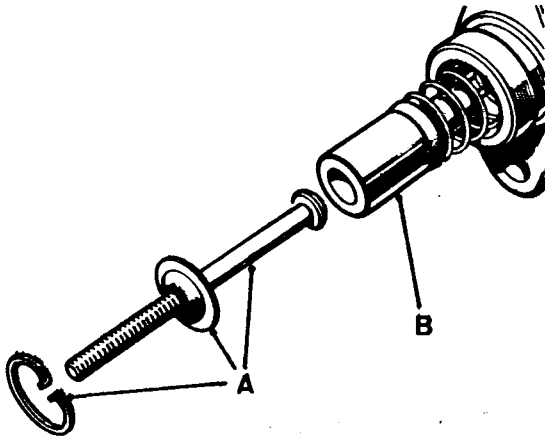

Fig. B2-15 - Varilla de empuje y retén.
- e) El émbolo se introducirá en el retén del muelle y se fijará con la lengüeta elástica que actúa de fiador. Se cubrirá el émbolo con grasa de caucho y se montará el conjunto introduciendo primero el extremo correspondiente a la válvula en el cilindro principal, se instalará la varilla de empuje, con la arandela y arillo fiador (fig. B2-15).